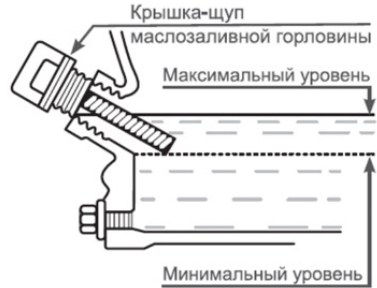

Рис. 12 Проверка уровня масла в картере
4. Установите крышку-щуп в отверстие горловины, не закручивая (Рис. 12).
Максимальный уровень масла в картере соответствует нижней кромке заливного отверстия (Рис. 12).
При недостаточном уровне масла в картере необходимо долить чистое масло до верхней отметки на щупе, что соответствует нижней кромке заливного отверстия (Рис. 12).
3. Протрите щуп насухо и вставьте в отверстие горловины, не закручивая (Рис. 12).